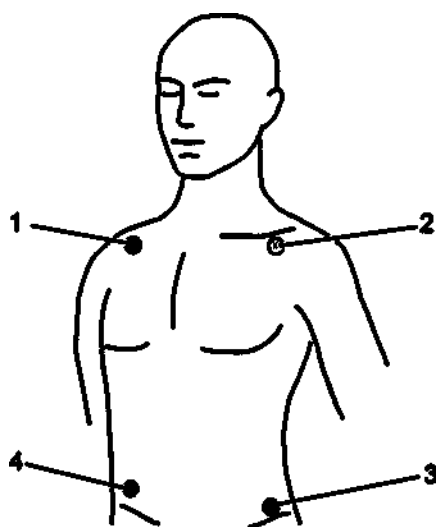

Рис. 6-2 ЭКГ-мониторинг, приложение электродов ЭКГ (сокращенного вида)
- Красный электрод ЭКГ: к правой руке; сокращенный: под правой ключицей (Рис. 6-2, поз. 1)
- Желтый электрод ЭКГ: к левой руке; сокращенный: под левой ключицей (Рис. 6-2, поз. 2)
- Зеленый электрод ЭКГ: к левой ноге; сокращенный: в области левой паховой складки по центру к оси ноги (Рис. 6-2, поз. 3)
- Черный электрод ЭКГ: к правой ноге; сокращенный: под правой реберной дугой (Рис. 6-2, поз. 4)